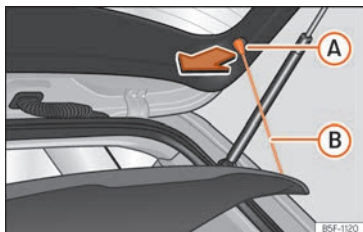

Fig. 171 En el maletero: desmontar y montar la bandeja.
- Desenganche los tirantes de sujeción »» fig. 171 B de los alojamientos A.
- Enganche los tirantes de sujeción »» fig. 171 B en el portón trasero »» A.